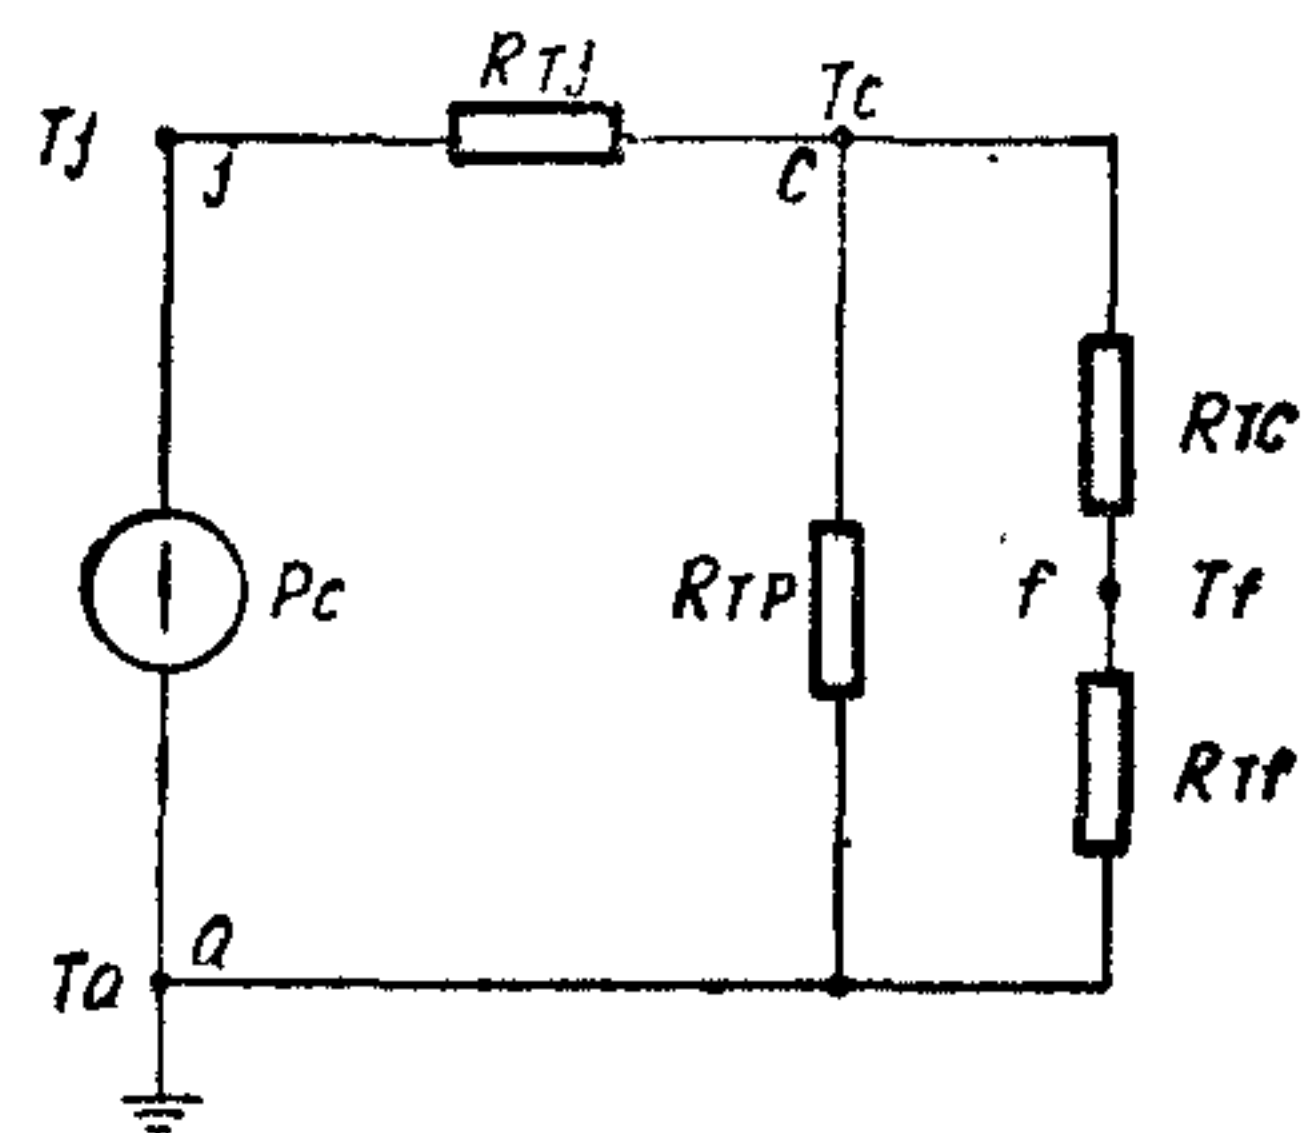
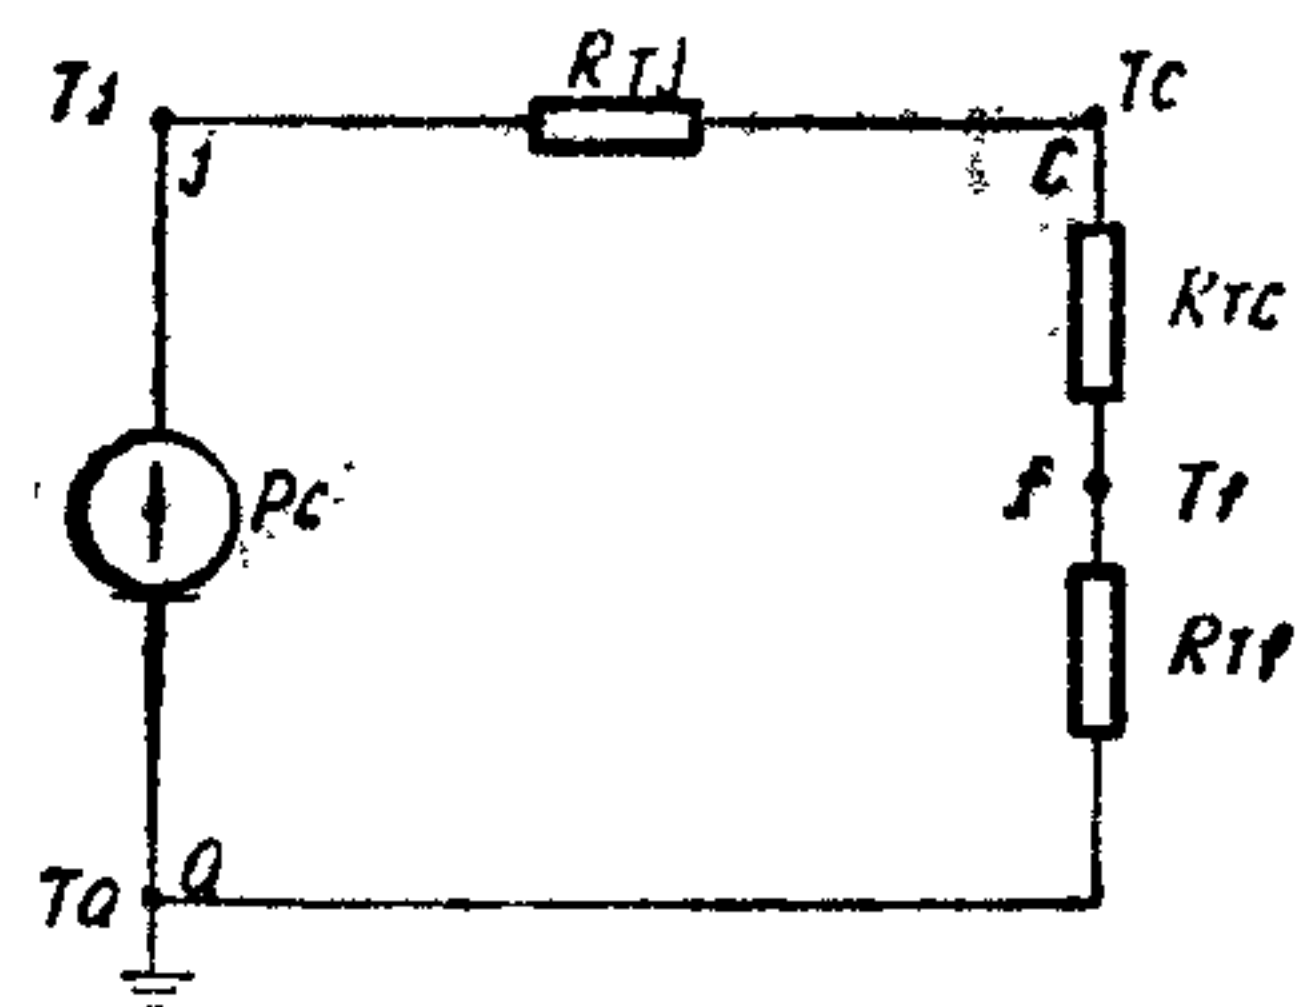

图 1
图 2
2. 半导体器件安装了散热器工作时，其总热路图如图 1 所示。
通常 $R_{TP} \gg (R_{TC} + R_{TF})$, 所以图1可简化为图2